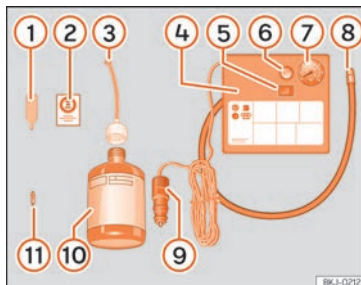

Fig. 32 Representación estándar: contenido del kit antipinchazos.
» **fig. 32:**
- Desenrosque la caperuza y el obús de la válvula del neumático. Utilice el aparato » fig. 32 ① para extraer el obús. Colóquelo en una superficie limpia.
- Agite con fuerza la botella de sellante de neumáticos » fig. 32 ⑩.
- Enrosque el tubo de inflado » fig. 32 ③ en la botella de sellante. El precinto de la botella se romperá automáticamente.
- Retire el tapón del tubo de llenado » fig. 32 ③ y enrosque el extremo abierto del tubo en la válvula del neumático.
- Vuelva a colocar el obús con el aparato » fig. 32 ① en la válvula del neumático.
- Enrosque el tubo de inflado del neumático del compresor » fig. 32 ⑧ en la válvula del neumático.
- Compruebe que el tornillo de evacuación de aire está cerrado » fig. 32 ⑥.
- Acople el conector » fig. 32 ⑨ a toma de corriente de 12 voltios del vehículo » pág. 144.
- Conecte el compresor de aire con conmutador ON/OFF » fig. 32 ⑤.
- Pegue el adhesivo » fig. 32 ② en el cuadro de instrumentos, dentro del campo visual del conductor.
Vuelva a enroscar el tubo de inflado » fig. 32 ⑤ y compruebe la presión en el manómetro ⑥.